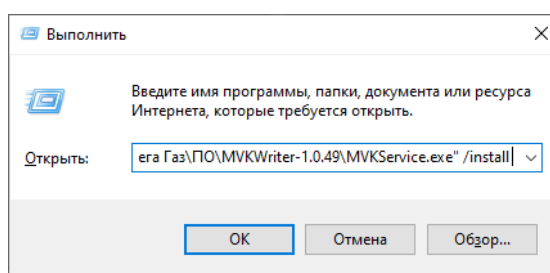

Рисунок 2.5.3
- в окне запуска (см. Рисунок 2.5.3) добавить ключ «/install»;